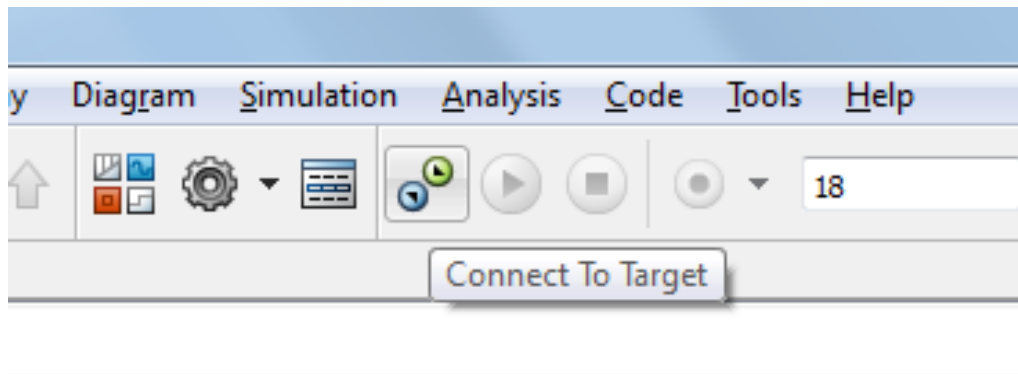

Figura 12. Botón de conexión al PC Target.
- **Paso 12:** Realizar la conexión al PC Target desde la ventana de Simulink haciendo clic en el botón que se muestra en la figura 12.